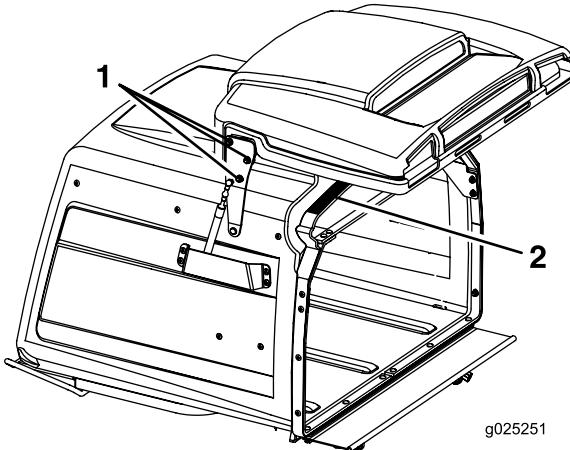

Figura 59
3. Afloje las seis tuercas de las bisagras de la puerta (Figura 59).
4. Abra la puerta y coloque una tira de goma de 9.5 mm (3/8") o una manguera de 9.5 mm (3/8") de diámetro entre la tolva y la puerta de la tolva (Figura 59).